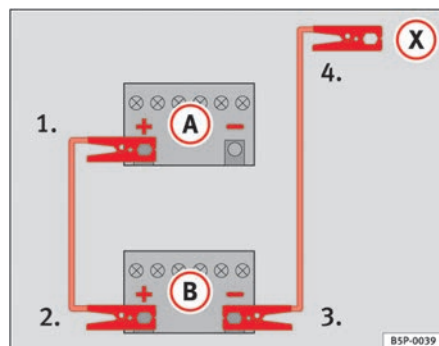

Abb. 180 Schema für das Anklemmen der Starthilfekabel
In der ⇒ Abb. 180 ist (A) die entladene Batterie und (B) die stromgebende Batterie.
1. Klemmen Sie ein Ende des roten Starthilfekabels an den Pluspol ⇒ Abb. 180 (+) des Fahrzeugs mit der entladene Batterie ⇒ ⚠.
4. Klemmen Sie das andere Ende des schwarzen Starthilfekabels (X) beim Fahrzeug mit der entladene Batterie an ein massives, fest mit dem Motorblock verschraubtes Metallteil oder an den Motorblock selbst an, jedoch nicht in der Nähe der Batterie ⇒ ⚠.